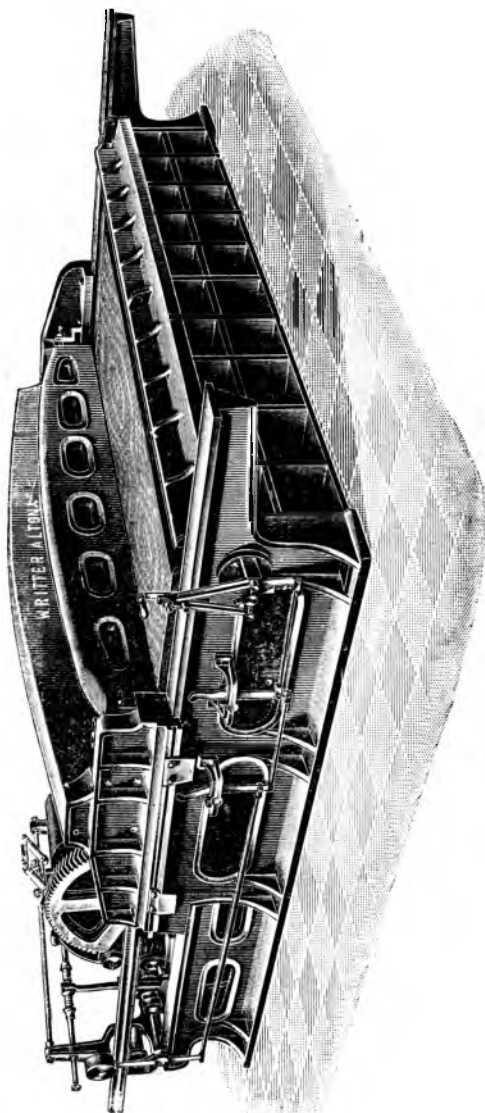

Рис. 31. Фанерострогальный станок.
**Строгание фанер** производится на фанерострогальном станке, показанном на рис. 31. Дерево, предварительно распа-